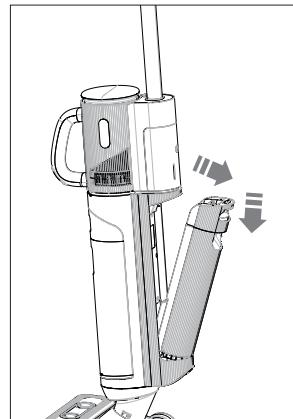

Fig. 6 – Extracción del depósito de agua
- ▶ Agarre el asidero del depósito de agua limpia (14) y presione hacia abajo el botón de desbloqueo del depósito de agua limpia (15).
- ▶ Extraiga el depósito de agua limpia del cuerpo del aparato (**véase Fig. 6**).